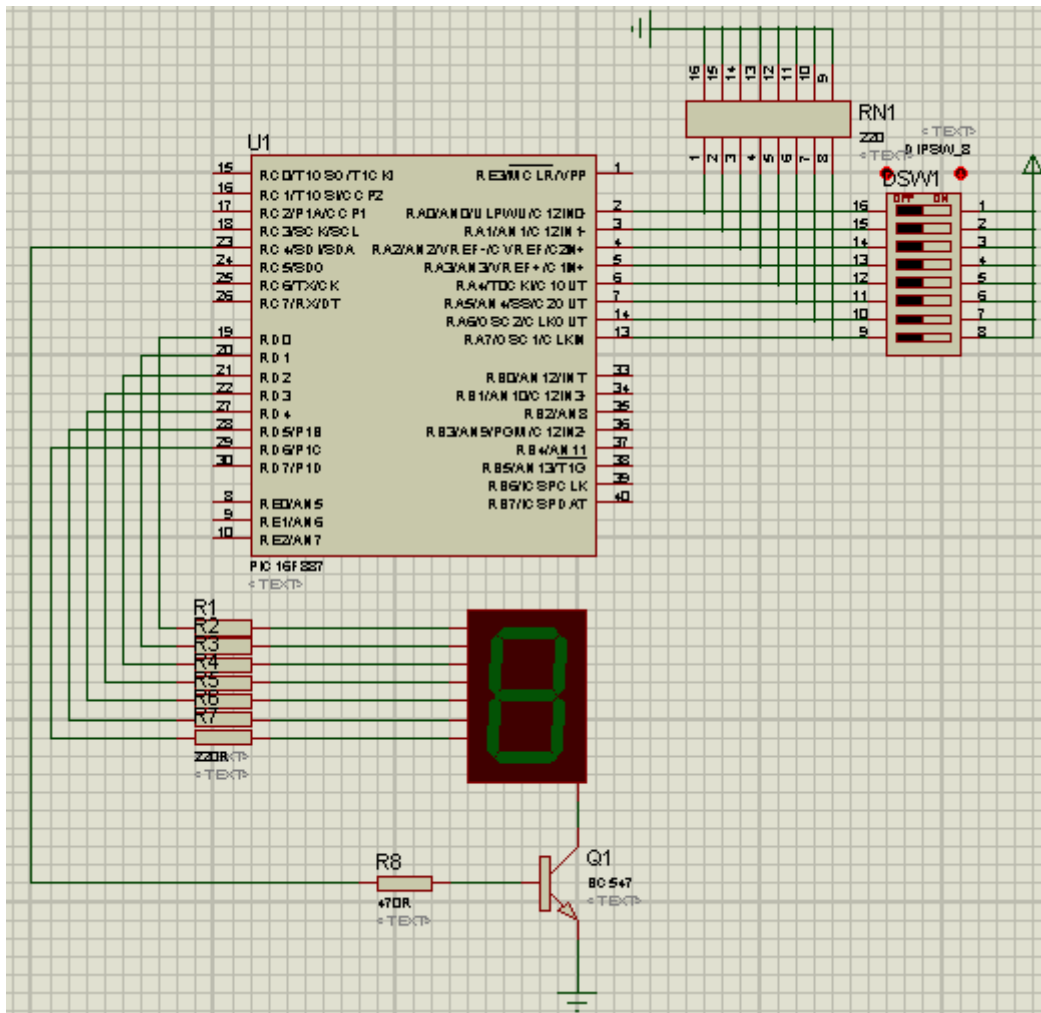

Figura 10.1
- G. Simular y grabarlos los siguientes programa de ejemplo y observe su funcionamiento en el circuito de la figura 10.1 y figura10.2
Implemente un archivo ASM , compílelo con ayuda de MPLAB y posteriormente grabarlo en el circuito de la figura 10.1, para observar su funcionamiento.
Implemente un archivo ASM, compílelo con ayuda de MPLAB y posteriormente grabarlo en el circuito de la figura 10.1, para observar su funcionamiento.